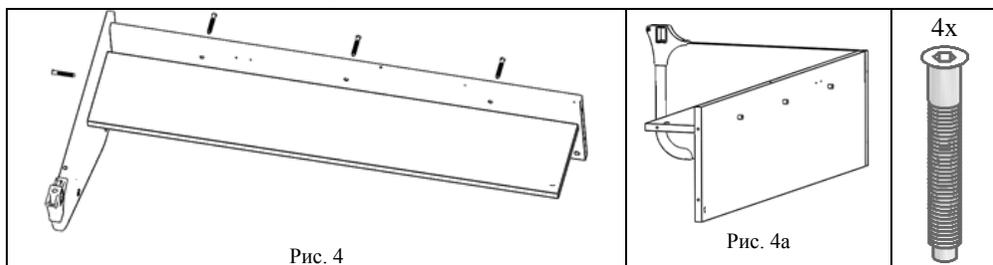

Рис. 4
5.1.3. К сборке по п. 5.1.2 прикрутить с помощью винтов конфирмат (поз. 1, пакет № 162) полку (поз. 3) в следующей последовательности, см. рис. 4:
Рис. 4а